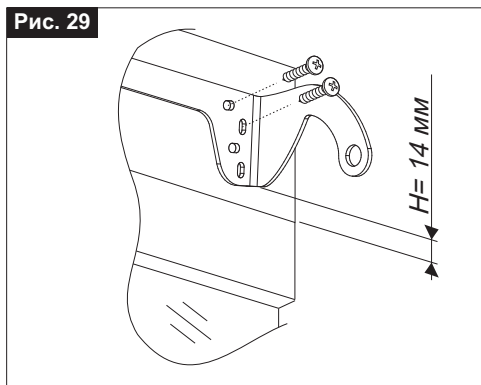

Рис. 30
- 6) **Рис. 30-** Кронштейн для нижнеподвесной установки расположите на створке по центру линии, ориентируйтесь по центральному отверстию (**Поз. 1**). Расстояние от края створки должно составлять 4 мм. Отметьте отверстия;